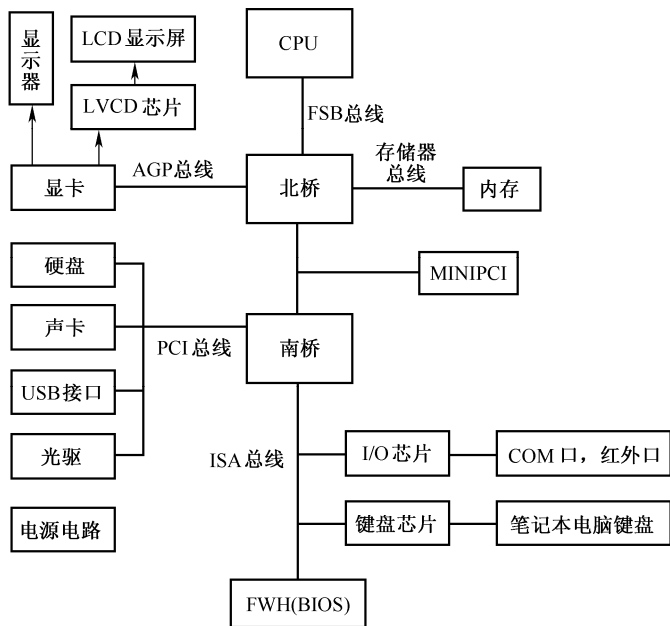

图 6-4 笔记本电脑主板电路结构框图
1) 主板电路框图: 主板电路框图如图 6-4 所示。由图可知, CPU 通过北桥和南桥形成 FSB 总线、AGP 总线、PCI 总线和存储器总线, 用来控制着主板各个设备, 同时与各个设备交换数据。很明显, CPU 直接管理北桥、北桥管理内存和显卡, 并与内存和显卡交换数据; 南桥管理硬盘、光驱、声卡和 USB 接口等, 并处理和这些设备数据交换; 键盘芯片负责管理键盘、触摸板等; I/O 芯片负责管理低速设备, 并和它们进行数据交换。